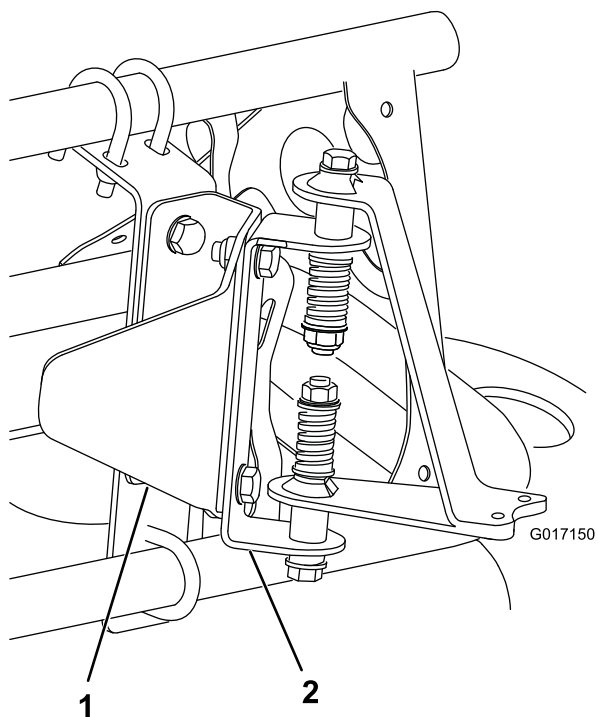
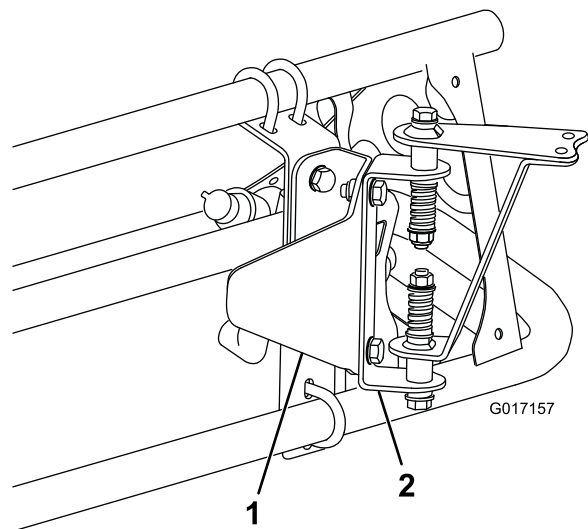

Figura 8
Figura 9
3. Montate sulla staffa di protezione sensore la bulloneria di montaggio del sensore costituita da 2 bulloni (5/16 x 3/4 pollice.) e 2 controdadi (5/16 pollice.) come mostrato in Figura 8 (per la barra coperta) o Figura 9 (per la barra scoperta).